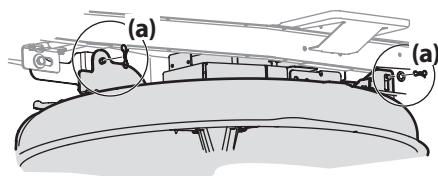

Figura 4-8
5. Extraiga los pasadores de chaveta con unión curva (a) que aún están sujetando la plataforma al montable, como se indica en la Figura 4-8.
5. Asegure la plataforma a los brazos de elevación de la plataforma utilizando dos pasadores de chaveta con unión curva. Consulte la Figura 4-8.
6. Desconecte los motores de la plataforma a los adaptadores de la parte derecha o inferior del montable. Conecte siempre el conector más grande primero y, luego, el conector más pequeño. Consulte la Figura 4-8.